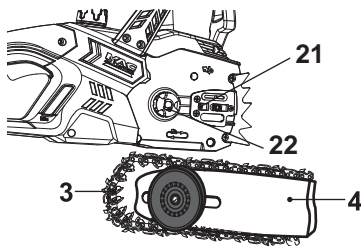

Fig. 5
6. Alignez le guide-chaîne [4] et la chaîne [3] avec le pignon d'entraînement [22] et la broche de soutien [21]. Enfilez la chaîne sur le pignon d'entraînement puis abaissez le guide-chaîne pour l'emboîter sur la goupille de support (Fig. 5, 6).